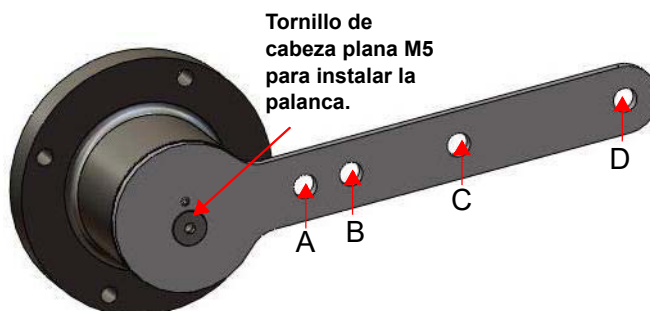

Figura 18 - Soporte del imán y palanca estándar para válvulas de vaivén
- Procure que la palanca esté sujeta al conjunto del imán y asegurada mediante un tornillo de cabeza plana M5 para garantizar que el eje del imán sea vertical cuando la palanca esté en la posición de cerrado de la válvula. Apriete fijamente la palanca (Figura 18).